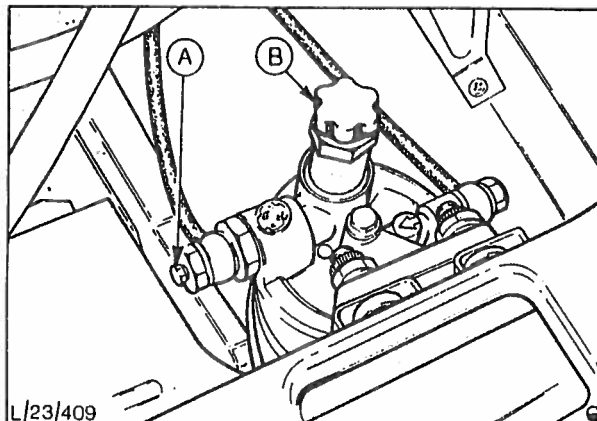

Fig. 24 Brennstofffilter.
3. Plasser et tappekar under brennstofffilteret og løsne filterets utluftningsbolt med ca. 1/2 omdreining (fig. 24).
4. Skru ut håndpumpestemplet (fig. 24) og luft filteret ved å pumpe brennstoff gjennom utluftningsbolten. Trekk til utluftningsbolten.